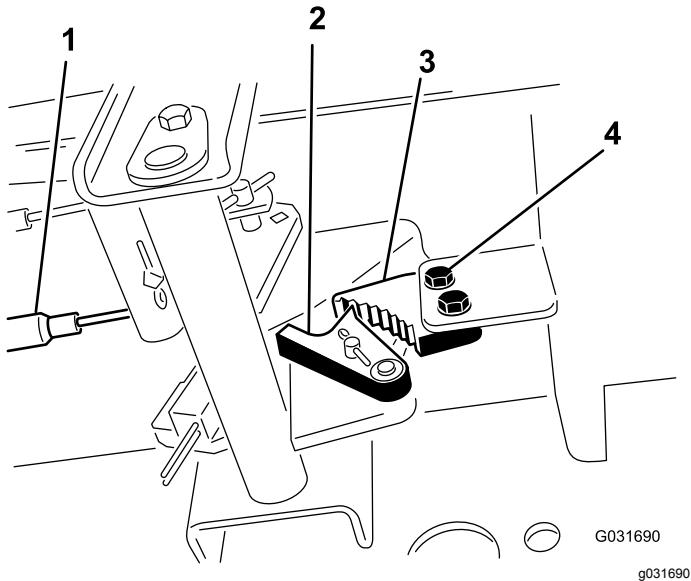

Bild 84
- Lösen Sie die zwei Schrauben, mit denen die Sperre der Feststellbremse am Rahmen befestigt ist (Bild 84).
2. Bremsauslöser	4. Schraube (2)
- Drücken Sie das Pedal der Feststellbremse nach vorne, bis der Bremsauslöser ganz an der Bremssperre greift (Bild 84).